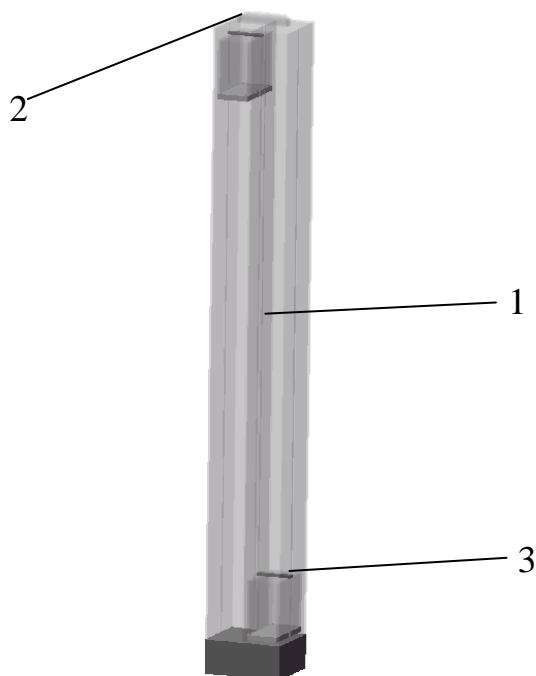
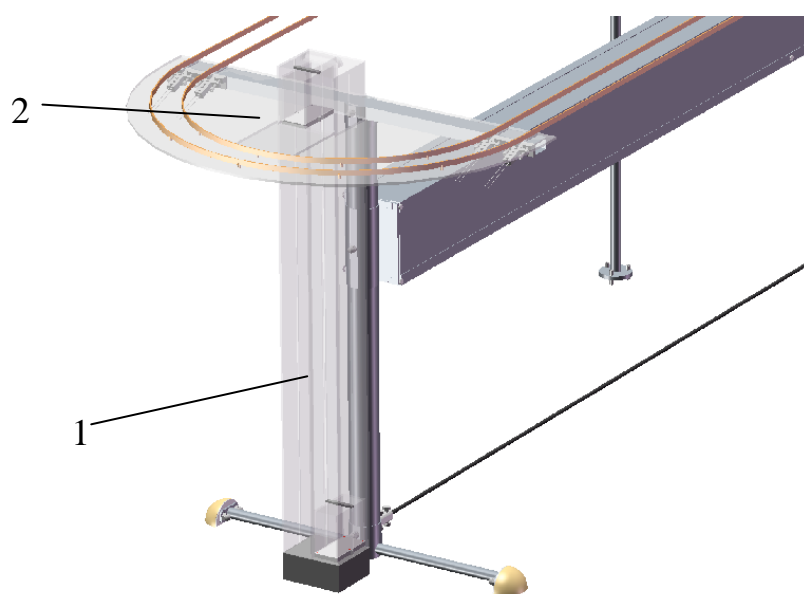

Рис. 9. Лифт.
Рис. 15. Лифт.
Внешний вид лифта изображён на рис. 9.
- установить лифт 1 (рис. 15) в отверстие столешницы 2 одной из станций основанием шахты лифта 3 (рис. 9) вниз;